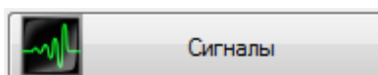

Рис. 3.7 Иконка для перехода к директории записанных сигналов
- В открывшемся окне программы «Пути конфигурации пользователя» нажать на иконку «Сигналы» (Рис. 3.7).